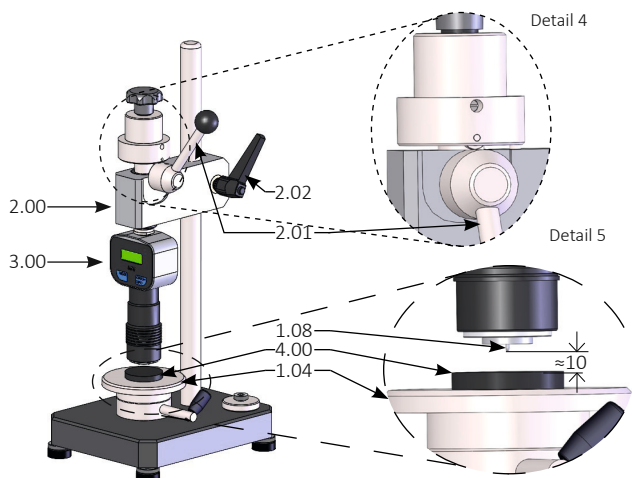

Fig. 6 Essai de dureté Shore A, B, O, A0, E, L/c, Asker C
- › Déplacez le bras porte-pièce (2.00) de sorte que le pénétrateur du duromètre (3.00) soit verticalement ≈ 10 mm au-dessus de l'échantillon. Si la distance est trop grande, la surface de contact du duromètre ne reposera pas sur l'échantillon. Cela conduit à des mesures incorrectes (voir Détail 4, Fig. 6).
- › Faites pivoter le levier de chargement (2.01) uniformément vers le bas jusqu'à ce que le poids ne repose plus sur le disque excentrique du levier de chargement (2.01) (voir Détail 5, Fig. 6).